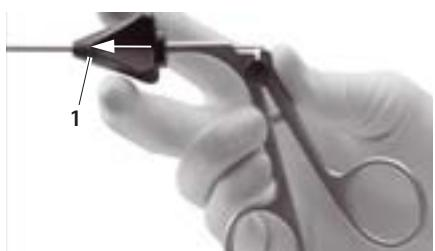

Fig. 9
- Far scorrere in avanti la stella girevole 1, vedere Fig. 9 accertandosi che il gambo 5 sia saldamente bloccato nell'impugnatura 2 e che non si stacchi nemmeno sotto trazione.